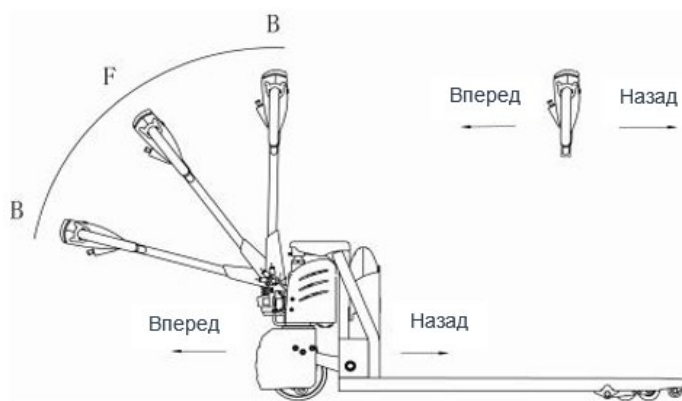

Рисунок 4
- переведите рукоятку управления вверх или вниз в зону торможения («В» на рис. 4), и тележка начнет торможение до полной остановки. Если отпустить рукоятку, она автоматически перейдет в верхнее положение зоны торможения («В»), до полной остановки.